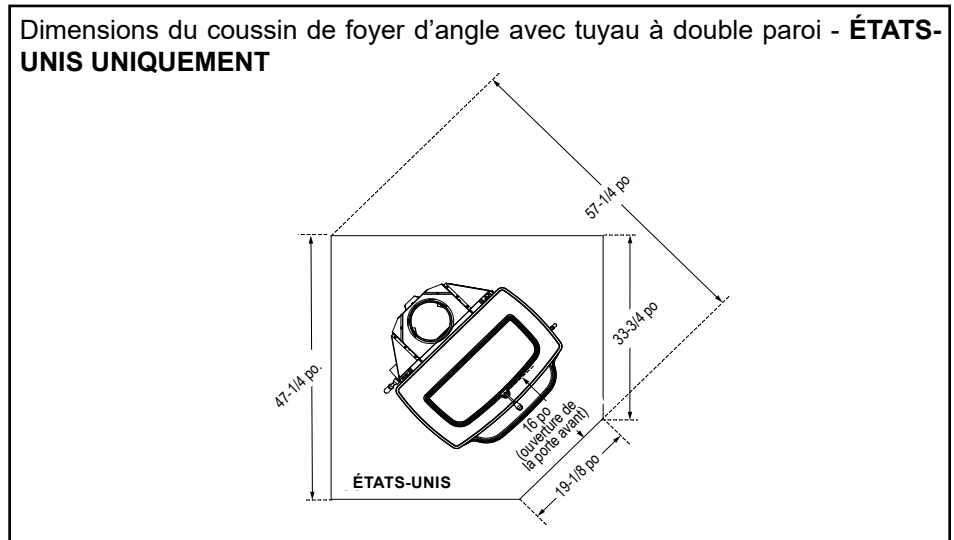

Figure 3.8
**Au Canada,** une protection de plancher similaire doit être installée : elle doit mesurer 457 mm (18 po) à l'avant, et 203 mm (8 po) sur les côtés et à l'arrière, Figure 3.8